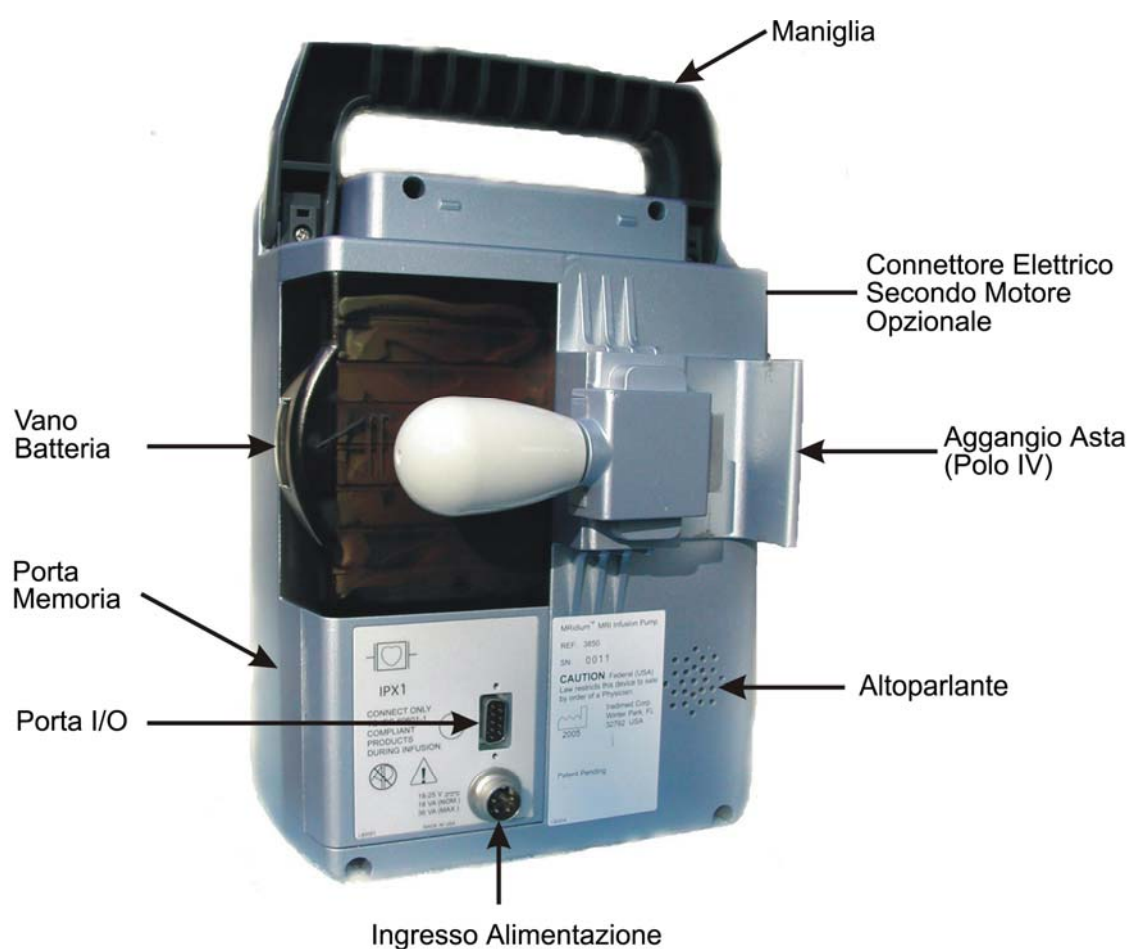

Figura 1-3. Retro della pompa
1.1.3 Pannello posteriore. Fare riferimento alla **Figura 1-3** per l'identificazioni delle parti principali presenti sul pannello posteriore della pompa.